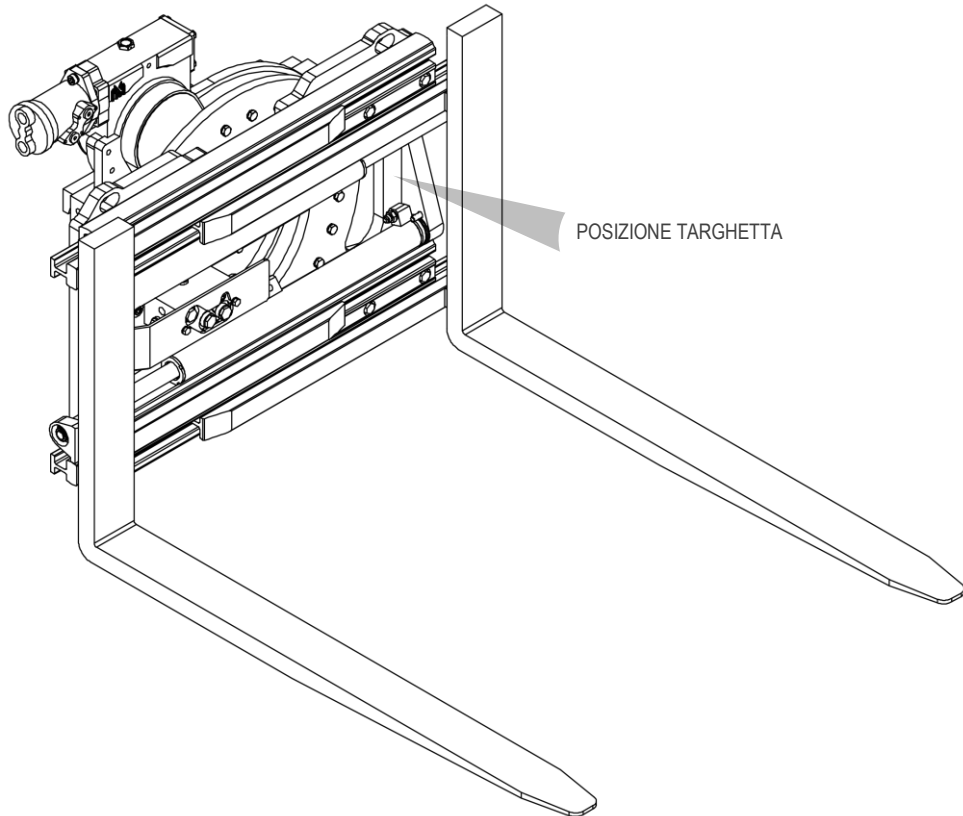

Figura 1
Tutte le attrezzature A.T.I.B. - “PINZA ROTANTE 360° CON FORCHE SALDATE TIPO 301.474.170 | CON FORCHE ROTANTI TIPO 301.474.150 | CON 4 FORCHE TIPO 301.474.4” vengono identificate mediante targhetta adesiva (vedi *Tabella 1*) posizionata sull’attrezzatura (la posizione della targhetta identificativa può variare in funzione dell’attrezzatura, vedi *Figura 1*). Fare sempre riferimento al numero di matricola.
5. Per la movimentazione utilizzare cinghie o catene opportunamente dimensionate rispetto al peso dell'attrezzatura indicato in targhetta (vedi *Figura 1* e *Tabella 1* a pag.6).
10. Collegare il circuito idraulico, assicurandosi che la pressione di esercizio delle tubazioni sia superiore o uguale a quella indicata sulla targhetta di identificazione (vedi *Figura 1* e *Tabella 1* a pag.6).
6. Per la movimentazione dovranno essere utilizzate cinghie o catene opportunamente dimensionate rispetto al peso dell'attrezzatura indicato in targhetta (vedi *Figura 1* e *Tabella 1* a pag.6).